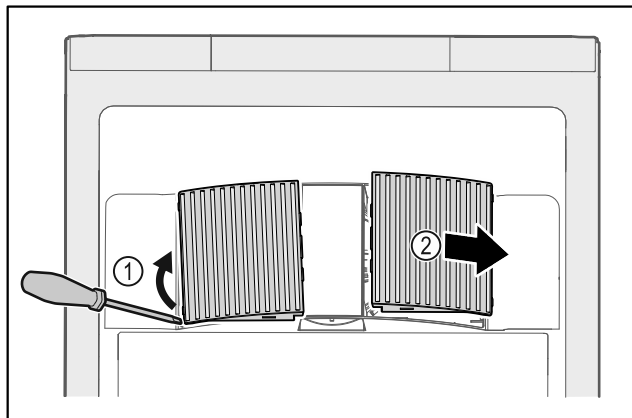

Fig. 47
- Kangutage ventilaatorikatte ettevaatlikult küljelt välja Fig. 47 (1) ja võtke ettepoole maha Fig. 47 (2).